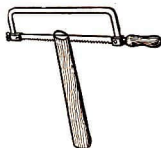

Bild 11
2. Hammerstiel von der Stirnseite her schräg einsägen (Bild 11)!